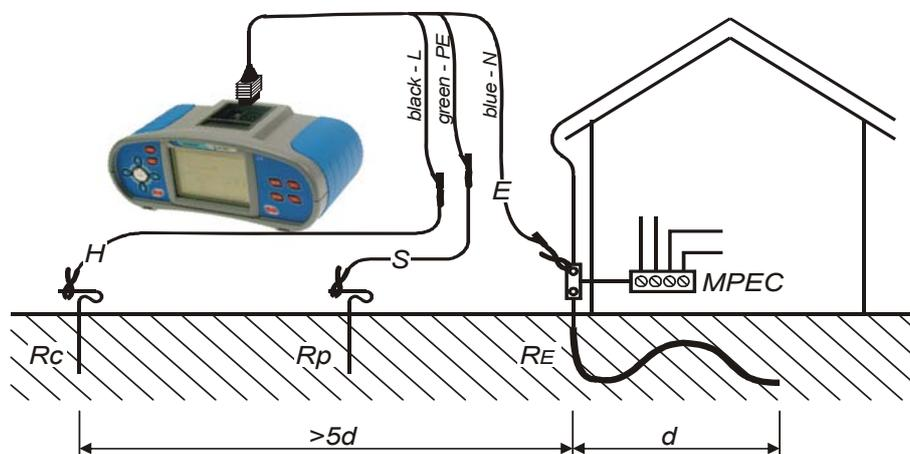

Рисунок 5.29 – Измерение сопротивления заземления – PE заземление
- **Подключите** измерительные провода и испытываемому объекту (см. рис. 5.29, 5.30).